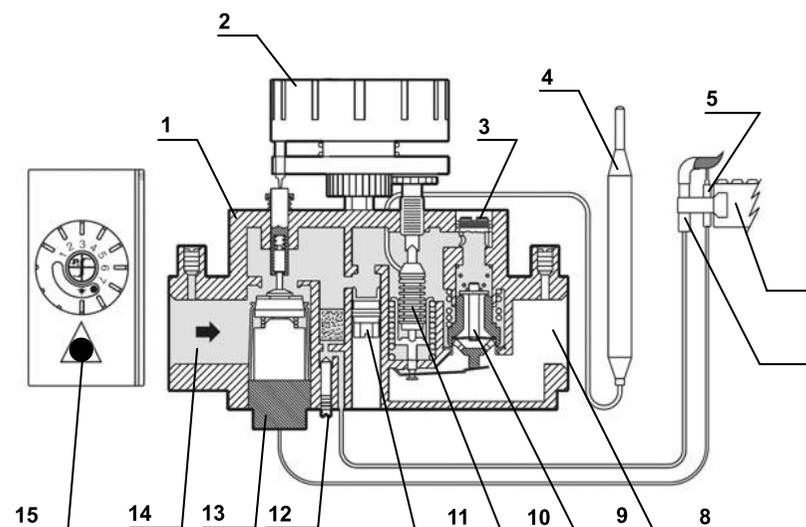

Рис. 3. Схема автоматики 630 EUROSIT принципиальная
- 5.3. Управление котлом осуществляется термоэлектрической автоматикой регулирования и безопасности SIT (Италия), схема которой приведена на рис. 3. Автоматика имеет стабилизатор давления газа перед основной горелкой, режим «малое пламя» и пьезорозжиг. Она состоит из электромагнитного клапана, термопары, терморегулирующего клапана, манометрического сильфона, капиллярной трубки с чувствительным термобалоном, устанавливаемым в зоне наивысших температур теплоносителя, и датчика тяги.
- 7.1. Проверьте, чтобы газовый кран перед котлом был в положении «закрывается». Ручка управления 2 была установлена до упора поворотом по часовой стрелке в позицию «выключено» (●). (рис.3.)